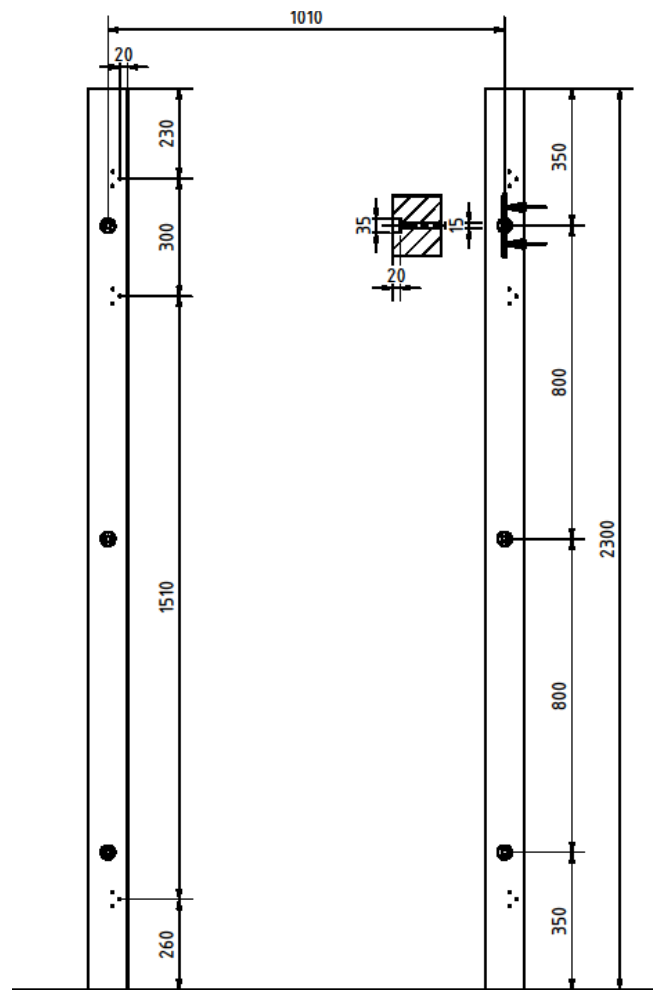
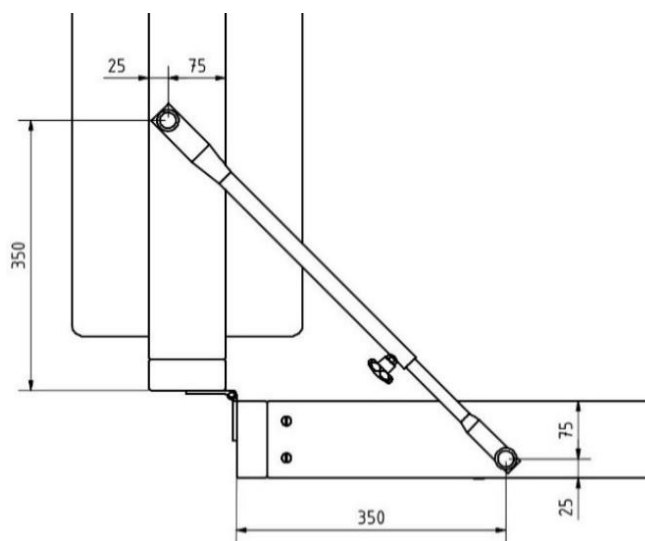

Abb. 3: Maße für die Bohrungen zur Montage der Wandbalken
Abb. 4: Bohrmaße der Teleskopstange
Um das Kletterhaus mit seinen Kletter-Einzelementen ① aufzubauen, befestigen Sie zu Beginn die Wandbalken ⑬ an der Wand. Überprüfen Sie dafür zunächst die Wand auf mögliche Hindernisse, wie z.B. Rohre oder elektrische Leitungen. Sind keine störenden Objekte vorhanden, werden die Bohrungsmaße aus Abbildung 3 empfohlen. Gibt es jedoch Hindernisse in diesen Bereichen, können die Bohrungspunkte auch geringfügig versetzt werden. Für die Montage verwenden Sie die Sechskant-Holzschrauben ⑫, die Scheiben ⑧ und die Kunststoffdübel ②. Die Maße für die Bohrungen mit \varnothing 14 mm in der Wand können Sie aus Abb. 3 entnehmen. Setzen Sie daraufhin die Bohrungen in den oberen Wangen der zwei linken Einzelemente für die Teleskopstange (Abb. 4).